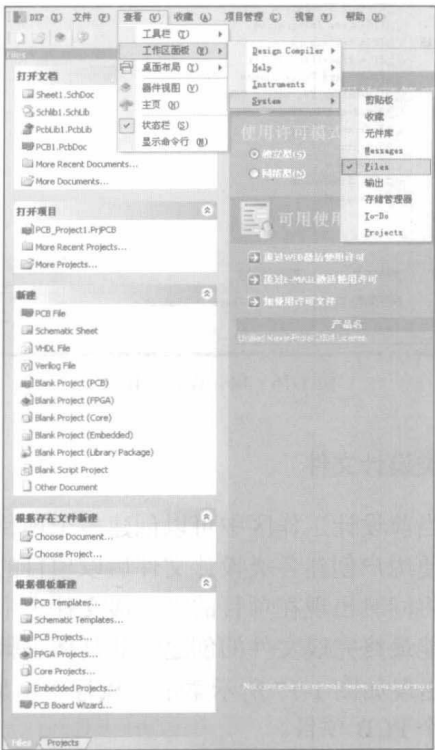

图 1-13 打开工作区“Files 文件”面板
(1) 执行菜单命令“查看→工作区面板→System→Files”，在主窗口左侧出现“Files”面板，其操作界面如图 1-13 所示。
(2) 执行菜单命令“查看→工作区面板→System→Projects”，或者单击图 1-13 下方的 **Projects** 面板标签，在主窗口出现“Projects”面板。其操作界面如图 1-14 所示。